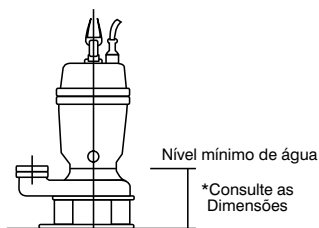

Fig. 2
(1) Sob nenhuma circunstância o cabo deve ser puxado (tracionado) enquanto a bomba está sendo transportada ou instalada. Fixe uma corrente na alça e instale a bomba.
(2) Esta bomba não deve ser instalada inclinada nem operada numa condição seca. Assegure que ela seja instalada na posição vertical sobre uma base segura.
(3) Instale a bomba numa localização do tanque onde a turbulência seja a menor possível.
(4) Se houver um líquido fluindo dentro do tanque, apoie a tubulação num local apropriado.
(5) Instale a tubulação de modo que o ar não fique retido. Se a tubulação for instalada de forma que seja inevitável a retenção de bolsas de ar, instale uma válvula de liberação de ar onde houver maior probabilidade de ocorrência de bolsas de ar.
(6) Não deixe a extremidade da tubulação de descarga submersa, caso contrário ocorrerá um contrafluxo quando a bomba for desativada.
(7) As bombas não automáticas (modelo DVS) não possuem um sistema de operação automática baseado em boias. Sempre observe o nível da água de operação da bomba. Não opere a bomba por um período prolongado com o nível da água próximo do mínimo de operação, caso contrário será ativado o protetor térmico instalado dentro do motor. Para evitar a operação na condição a seco, instale um sistema de operação automático para manter o nível da água com uma margem segura, como mostra a fig.2.